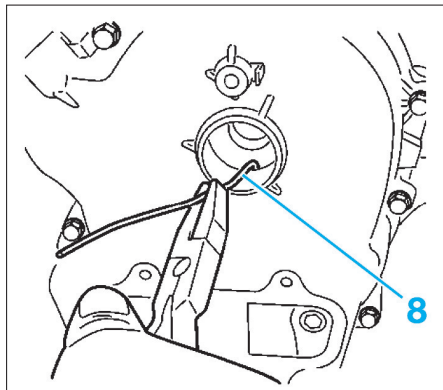

FIG. 71
- Extraire de l'arbre à cames avec un fil de fer dur plié (8) son pignon d'entraînement (Fig.71).